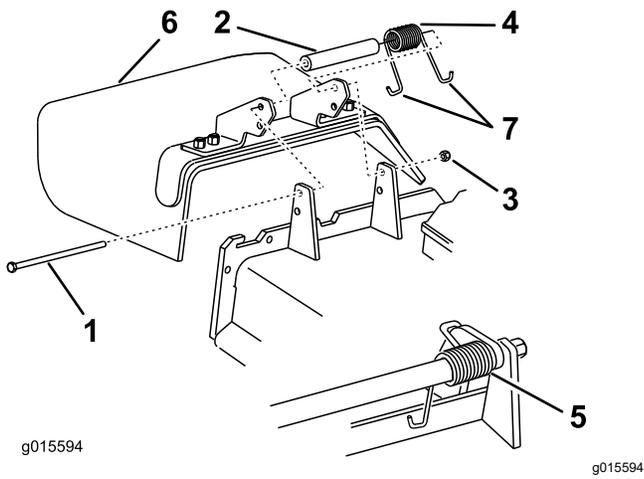

Figura 63
1. Coloque un extremo del muelle detrás del reborde de la plataforma y el otro extremo en el deflector de hierba (Figura 63).
2. Utilice el perno y la tuerca para sujetar el deflector a la carcasa de corte (Figura 63).
3. Coloque el extremo en **J** del muelle alrededor del deflector de hierba (Figura 63).